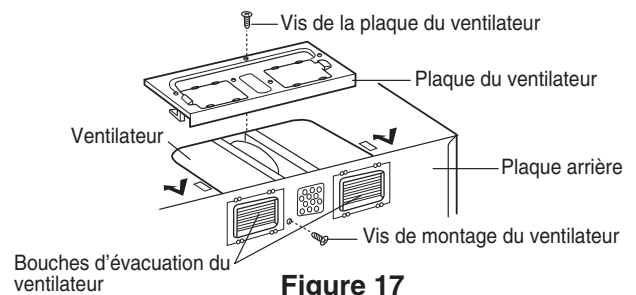

Figure 17
7. Remonter la plaque du ventilateur sur l'armoire de façon à ce que les bouches d'évacuation et la plaque du ventilateur soient centrées. Enlever une vis du ventilateur et une ou deux vis de la plaque du ventilateur. Voir la figure 17.